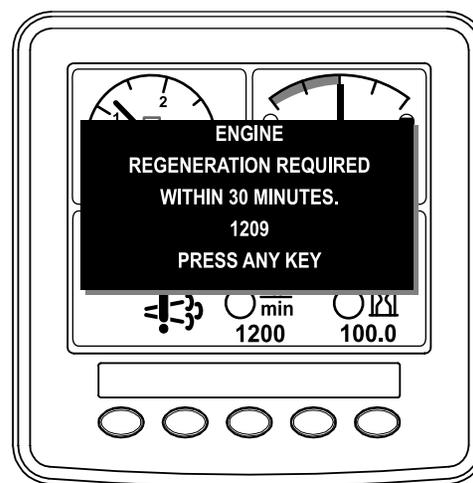

Рисунок 65
- Если вы проигнорируете запрос на регенерацию с парковкой (отображенный на дисплее инфо-центра) и продолжите эксплуатировать машину (Рисунок 65), в фильтре DPF может накопиться критический объем сажи.